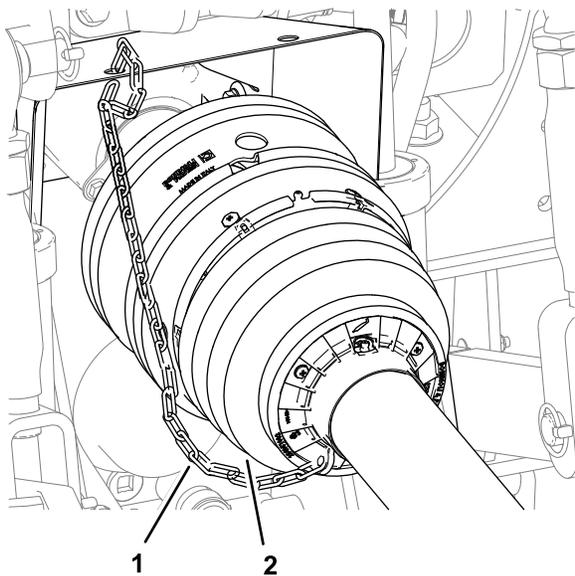

Рисунок 32
6. Прикрепите ограничительную цепь к неподвижной части буксирного автомобиля (Рисунок 32).